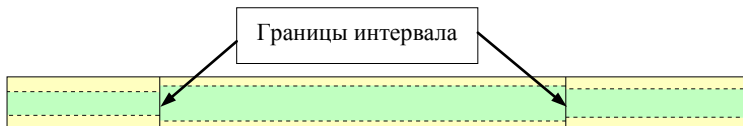

Рис. 9.12
**Интервальные графы** (рис. 9.12) хранят один или несколько параметров, характерных для участка (интервала).